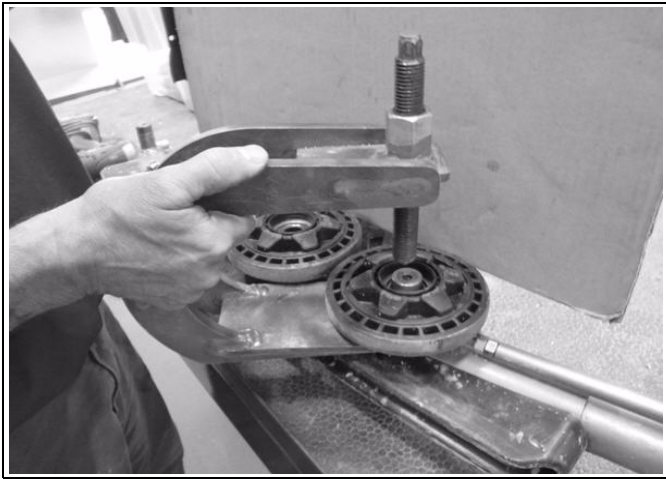

Abbildung 25
- Schieben Sie den Abzieher unter das Rad wie in Abbildung 25 dargestellt.